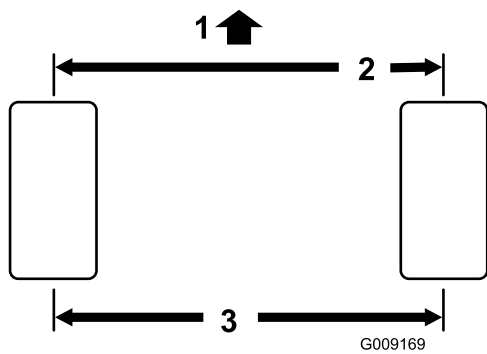

図 114
2. 後輪の前と後ろで、左右のタイヤの中央線間距離を測るアクスルの高さ位置で計測 図 114。